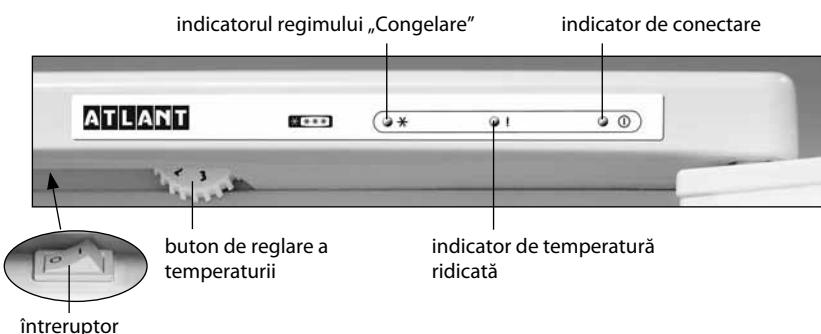

Figura 3 – Elemente de comandă a congelatorului
**2.1.1** Elementele de comandă în conformitate cu figura 3 sunt:
**2.2.1** Pentru a porni congelatorul trebuie de conectat acesta la rețeaua electrică – se va aprinde indicatorul de conectare în conformitate cu figura 3.
**2.4.1** Conectarea regimului „Congelare” se efectuează prin apăsarea întrerupătorului spre indicele „1” – se aprinde indicatorul regimului, la apăsare spre indicele „0” regimul se deconectează și indicatorul se stinge în conformitate cu figura 3.